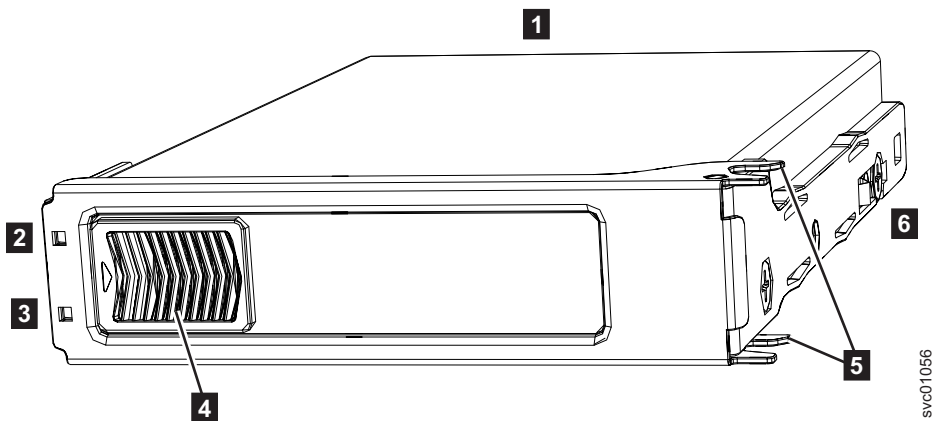

Рисунок 110. Накопитель
Корпус расширения 2145-92F поддерживает 92 накопителя. На рис. 110 показан пример накопителя.
**Примечание:** Если накопитель неисправен, то горит желтый индикатор сбоя (**3** на рис. 110). Замена накопителя требуется только в том случае, если индикатор сбоя включен или в соответствии с инструкциями из процедуры ремонта. Зеленый индикатор указывает, что накопитель выполняет операции ввода-вывода.